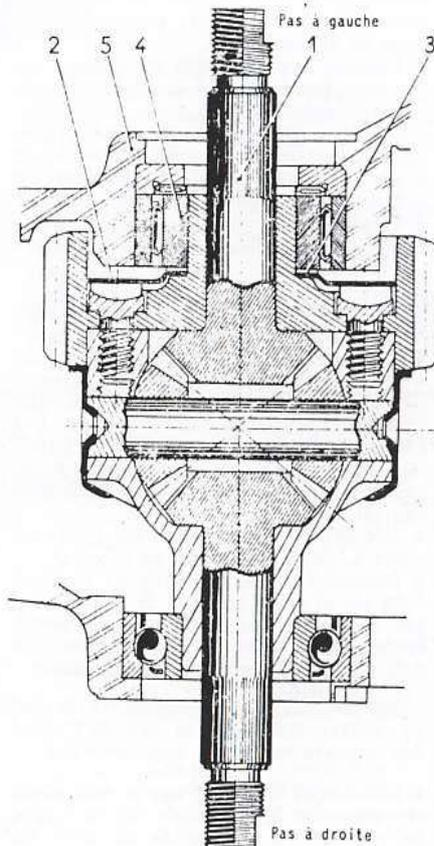

Fig. 72. — Vue en coupe du différentiel
- Placer le pignon planétaire gauche (1) (fig. 72), le frein des vis (2), une épaisseur des cales (3) (d'environ 1 à 1,5 mm), la bague de réglage DIB-D (4) (remplaçant le roulement à aiguilles), puis le couvercle latéral gauche (5).